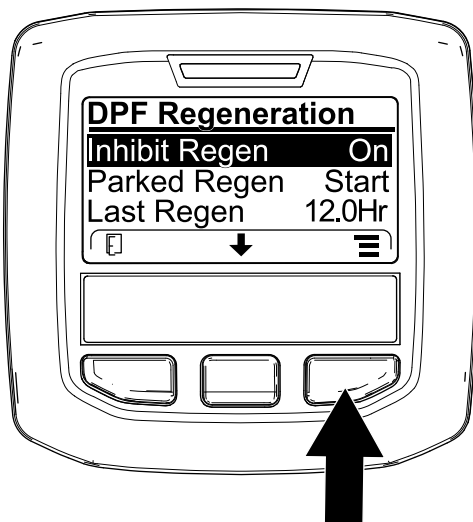
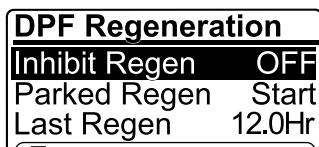

Figura 47
Figura 48
1. Aceda ao menu Regeneração do DPF, prima o botão central para ir até à opção INIBIR REGENERAÇÃO e prima o botão direito para selecionar a entrada Inibir regeneração (Figura 47).
2. Prima o botão direito para alterar a definição da Inibição da regeneração de Ligar para Desligar (Figura 47) ou de Desligar para Ligar (Figura 48).